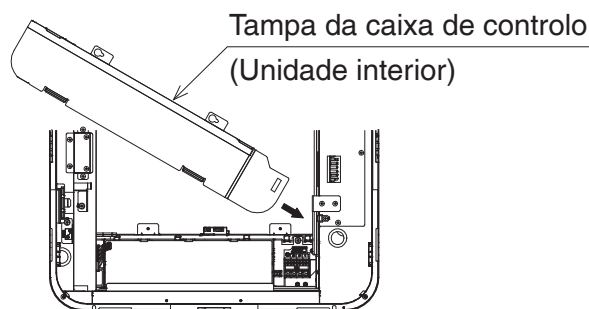

Figura 23
10. Quando todo o trabalho estiver concluído, coloque a tampa da caixa de controlo da unidade de purificação de ar UV streamer na ordem inversa do procedimento de remoção. Encaixe a tampa da caixa de controlo da unidade interior, inserindo primeiro o lado do fio de alimentação. (Ver **Figura 23**). Quando terminar o trabalho, certifique-se de que a tampa não se solta. Aperte os parafusos com um binário de aperto de $1,1 \pm 0,2 \text{ N}\cdot\text{m}$.